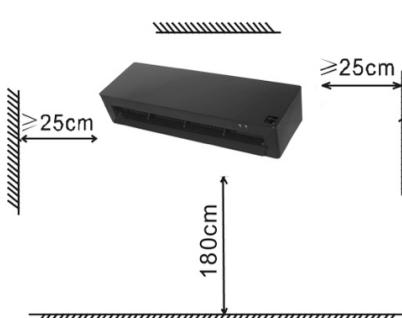

Fig.1
1. Bereiten Sie einen Platz zur Installation des Geräts vor (Fig. 1).